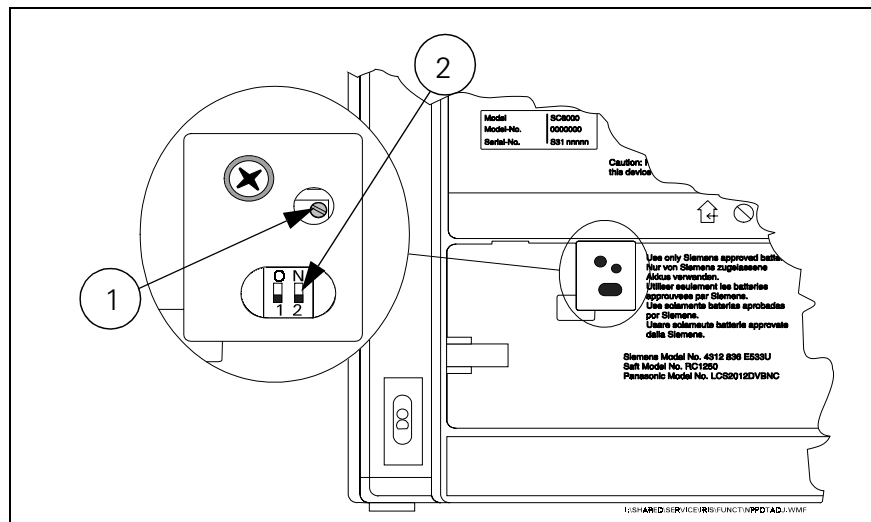

Abbildung 4-1 Potentiometer zur NBP-Kalibrierung und Zugang zum DIP-Schalter im Batteriefach
Siehe Abbildung 4-1. Das Potentiometer zur NBP-Kalibrierung ① und die Öffnungen zum Dip-Schalter ② sind von einem Siegel im Batteriefach verdeckt. Entfernen Sie das Siegel für den Zugang zu Potentiometer und Dip-Schalter.
- 4) Stellen Sie den NBP-Dip-Schalter (2) auf AN (ON). Siehe vergrößerte Darstellung in Abbildung 4-1.
- 4) Regulieren Sie das Kalibrierungspotentiometer, ① in Abbildung 4-1, durch den Zugangsanschluß im Batteriefach, bis die Messung des Monitors und des Manometers genau übereinstimmen.
- 10) Schalten Sie den NBP-Dip-Schalter ② in der Zugangsöffnung im Batteriefach auf AUS (OFF) (siehe Abbildung 4-1 auf Seite 87.)